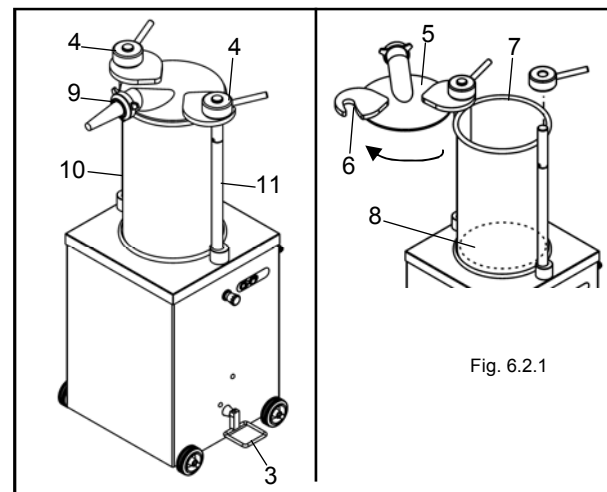

Fig. 6.2.1
- Después de haber conectado la máquina a la línea eléctrica, pulsar el botón de arranque "1" fig. 6.2.1.
- Aflojar algunas vueltas las tuercas de bloqueo "4" del la tapa. Levantar la tapa y girarla lateralmente como se indica en la fig. 6.2.1.
- Después de haber elegido y montado el embudo de salida en el anillo "9", fig. 6.2.1 pulsar el botón de arranque "1".
- Cuando se ha acabado la masa untrroducida en el cilindro, levantar el pedal (fig. 6.2.1) para llevar el émbolo a la posición inicial.
Quitar la tapa desenroscando las tuercas de bloqueo "4" fig. 6.2.1. y limpiar la máquina sacando los restos de masa.
Sacar el cilindro levantándolo perpendicularmente a los dos pernos "10" y "11" fig. 6.2.1.
Montar todo nuevamente y luego ajustar con la palanca "4" la tapa "5" en el cilindro "7" (fig. 6.2.1).
Si es necesario desmontar el émbolo "8" (fig. 6.2.1) efectuar los siguientes pasos: